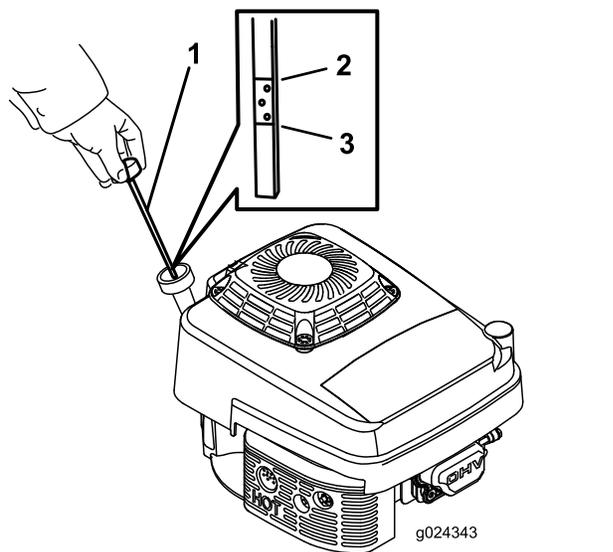

Figura 12
2. Retire a vareta rodando-a no sentido contrário ao dos ponteiros do relógio e puxando-a para fora (Figura 12).
5. Leia o nível de óleo na vareta (Figura 12).
- Se o nível de óleo na vareta estiver demasiado baixo (Figura 12), deite cuidadosamente uma pequena quantidade
- Se o nível de óleo na vareta estiver demasiado alto (Figura 12), drene o óleo em excesso até que o nível de óleo na vareta se encontre no nível correto; consulte Substituição do óleo do motor \(página 20\).